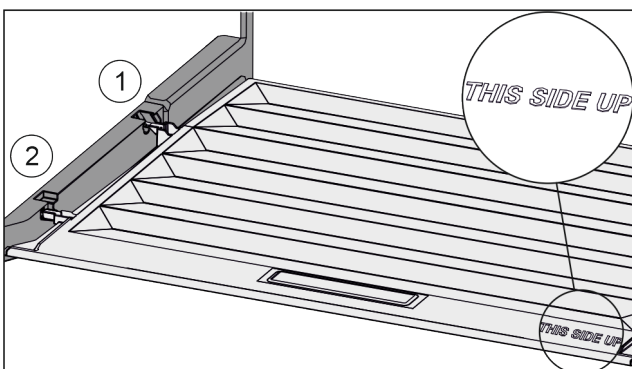

Fig. 85
- ▶ Deckelstege über Öffnung der hinteren Halterung Fig. 85 (1) einführen und vorne in Halterung Fig. 85 (2) einrasten.